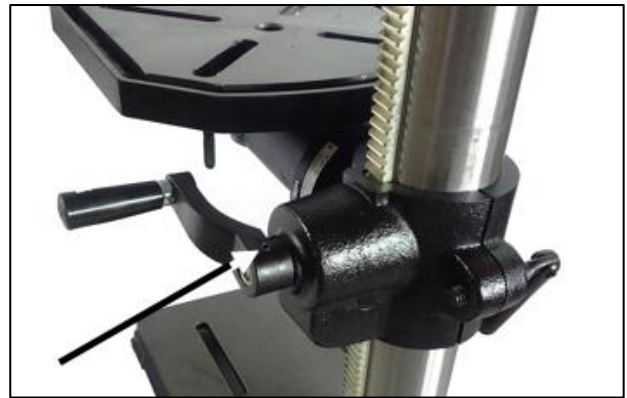

Рисунок 6-1: Установка коленчатой рукоятки
2. Установите коленчатую рукоятку на вал скобы стола и затяните установочный винт с помощью 3-мм шестигранного ключа (Рис. 6-1).